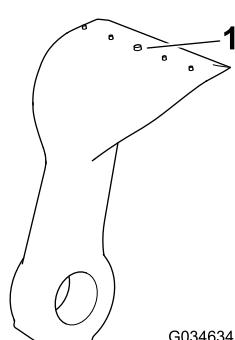

Figura 79
5. Controllate ogni lama per escludere usura eccessiva utilizzando la linea di usura (Figura 79). Quando una lama è usurata fino alla linea di usura, sostituitela.